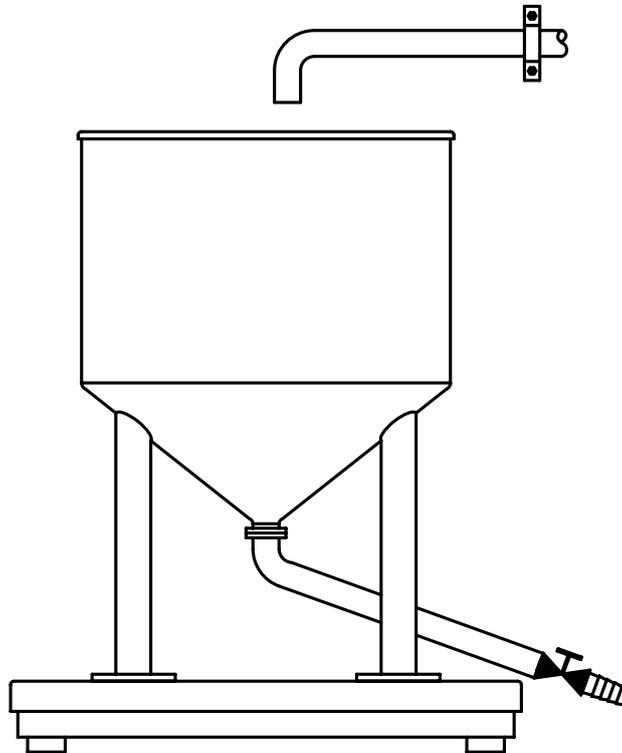

Abb. 23: Referenztankwaage
**3. Materialtransfer.** Bei dieser Methode wird Material (z. B. Wasser) auf einer separaten Referenzwaage gewogen und anschliessend in den zu kalibrierenden Tank/Behälter übertragen. Die Methode ist dementsprechend von der Genauigkeit der Referenzwaage und von der Sorgfalt, mit der Materialverluste bei der Übertragung vermieden werden, abhängig. Wenn es sich bei der Referenzwaage um eine Präzisionswaage von METTLER TOLEDO handelt, die auf der EMK-Technologie basiert und bei der die Einflüsse von Rohrleitungen minimiert sind, können die Ergebnisse jedoch besonders genau sein (siehe Abb. 23).